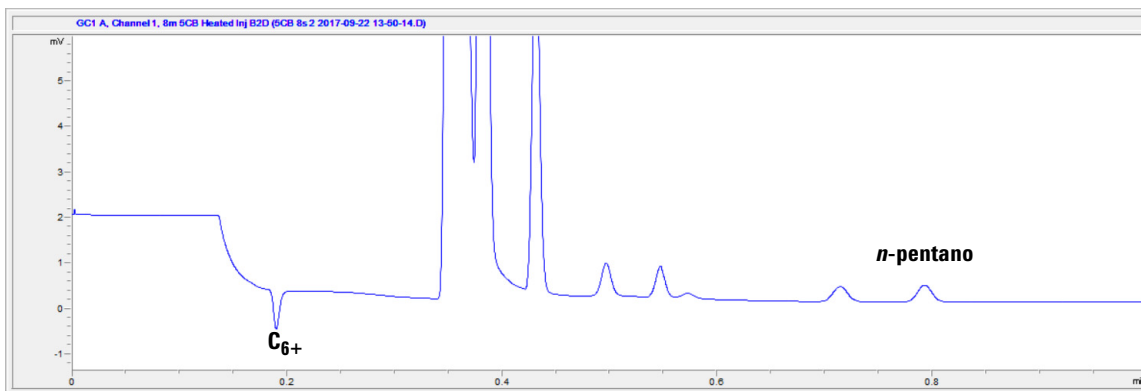

Figura 38 Columna 8m 5CB para el análisis de gas natural
- 1 Ajuste el tiempo de retroflujo (BF) a 0 s. Inicie un análisis para obtener los picos de todos los componentes eluidos. Registre el tiempo de retención (RT) del *n*-pentano y el 2,2-dimetilbutano.
- 4 Ajuste con precisión el tiempo de BF, encuentre el punto de los datos en el que se observa el pico del 2,2-dimetilbutano. Reduzca el tiempo de BF en pasos de 0,1 s e inicie un análisis hasta que el pico desaparezca (altura de pico $< 3 \mu\text{V}$). Ajuste el tiempo de BF para este canal a ese valor menos 0,2 s. Normalmente un rango de tiempo nítido para el canal 8m 5CB BF2D (RAD) está entre 0,3 s y 0,5 s. (Consulte la Figura 38 en la página 84.)